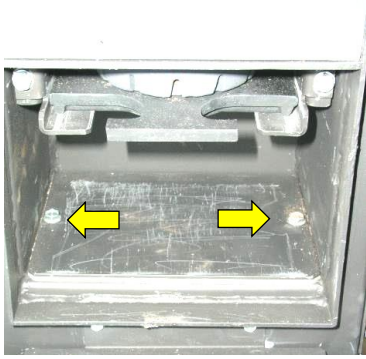

Abb. 45: Bodenblech Gebläse entfernen
6. Den Heizgassammelkanal reinigen. Hierzu unterhalb der Aschelade die 2 Schrauben des Bodenbleches lösen (Abb. 45). Bodenblech mit Dichtung herausnehmen, und Heizgassammelkanal gründlich aussaugen.